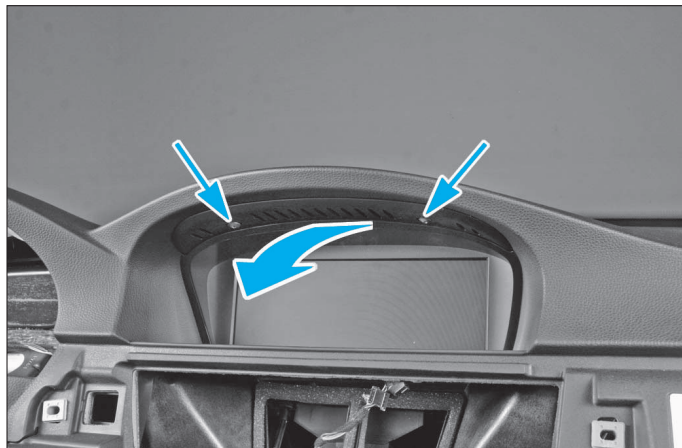

FIG. 22
• Déposer les 2 vis de fixation de l'écran multimédia, le basculer vers l'avant pour le dégager partiellement de son logement, débrancher ses connecteurs électriques et le déposer (Fig.22).